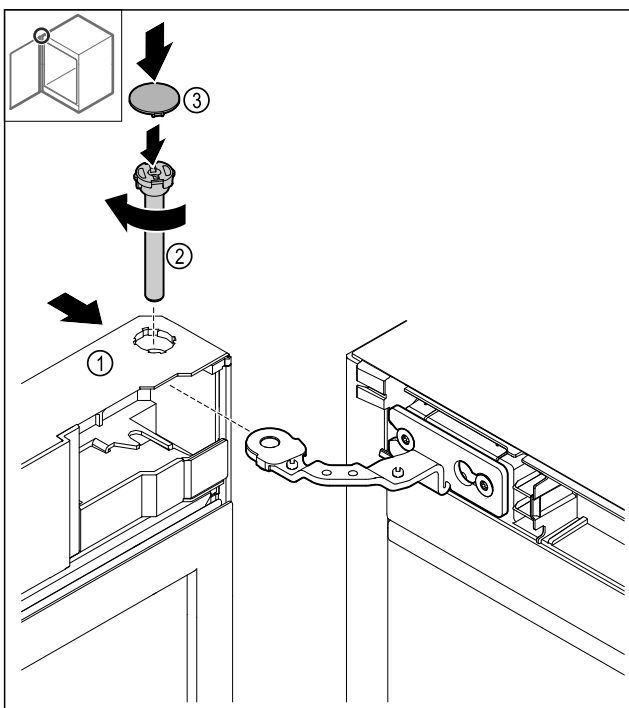

Fig. 47
- Uzbīdīet durvis Fig. 47 (1) augšā uz eņģes.
- Iespraidiet tapu Fig. 47 (2) un pievelciet to, griežot pulksteņrādītāja kustības virzienā.
- Uzlieciet pārsegu Fig. 47 (4).